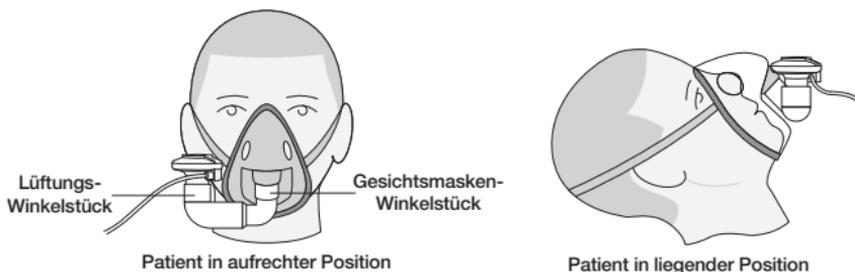

Abbildung 11. Anschluss an eine Maske
2. Das Lüftungs-Winkelstück entsprechend der Position des Patienten ausrichten (Abbildung 11).
**Warnhinweise:** Der Vernebler muss immer vertikal ausgerichtet sein, um eine ordnungsgemäße Vernebelung zu gewährleisten (Abbildung 11).